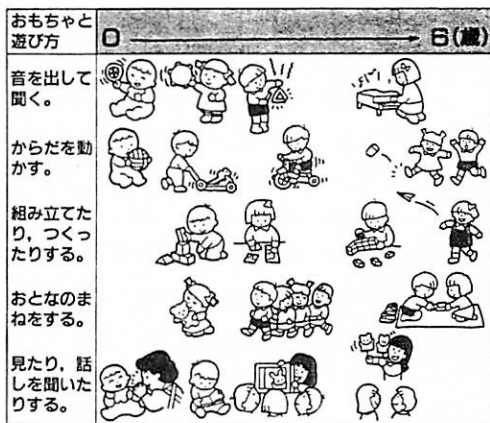

図2 中学校教科書「技術・家庭(下)」(開隆堂)
どうやら、普遍的な「遊び」と一時の流行の「遊び」とがあるようです。ひとしきり、昔話に花が咲いたところで、今度は、1グループ1組のカード(19枚)をくばりました。これは、教科書に掲載されている「いろいろな遊び」(図2)を参考に、1枚に1つの「遊び」を記入しておいたものです。生徒に自分が記入した遊びも含めて、「遊び」の分類をしてもらいました。ただし、教科書にあるような、①音を出して聞く②体を動かす③組み立てたり、作ったりする④大人のまねをする⑤見たり、話を聞いたりする、という分類区分は伏